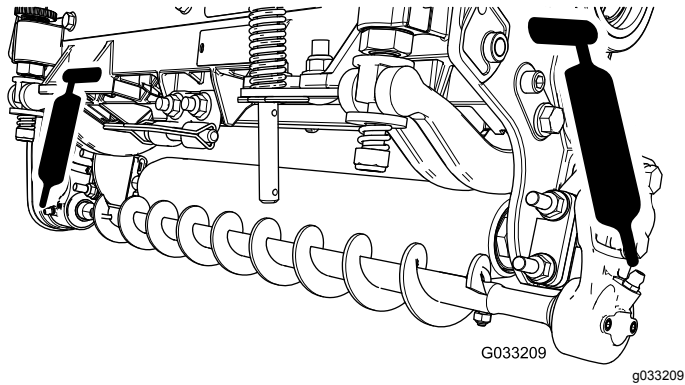

图16
5. 用 2 号通用型锂基润滑脂润滑每个滚筒刷轴承座上的黄油嘴图16。